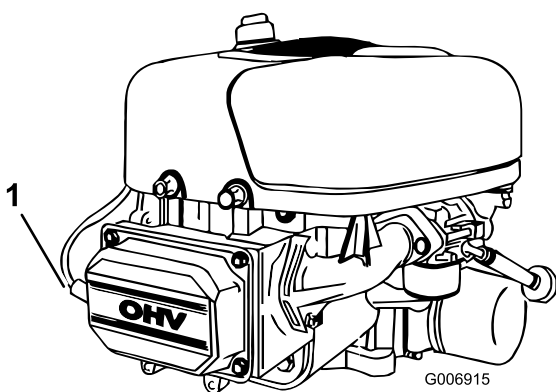

Bild 23
5. Klemmen Sie das Zündkabel von der Zündkerze ab (Bild 23).
3. Schließen Sie den Zündkerzenstecker an die Zündkerze an (Bild 23).